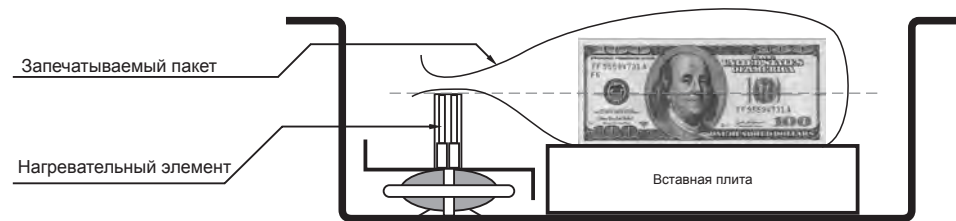

Рисунок 5 Порядок укладки пачки в машину.
3. Уложите полиэтиленовые пакеты (с уложенными в них банкнотами), так, чтобы запаиваемые стороны пакетов лежали на нагревательном элементе **7** (см. Рис.3), выступая за него примерно на **1 см.** (см. Рис. 5).;